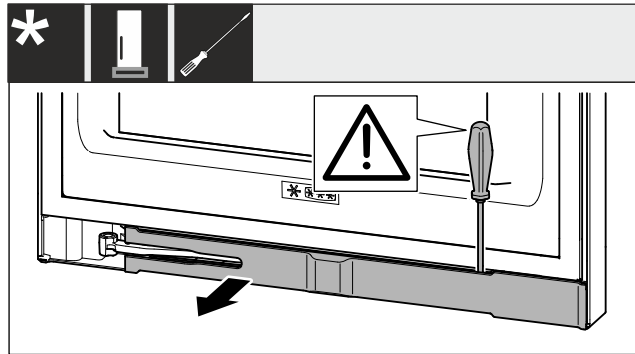

Fig. 3
- ▶ Kryt odistite plochým skrutkovačom a vyklopte nabok Fig. 3 O.